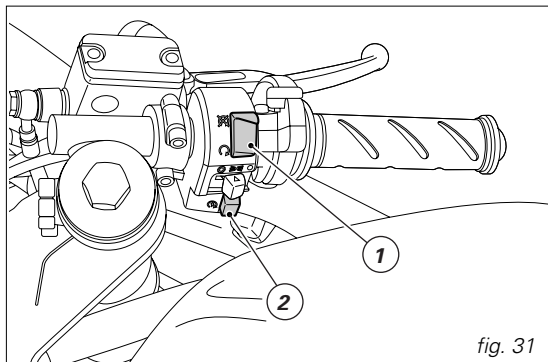

fig. 31
3) Assurez-vous que le commutateur d'arrêt (1, fig. 31) est en position  (**RUN**) ; appuyez ensuite sur le bouton-poussoir de démarrage (2).